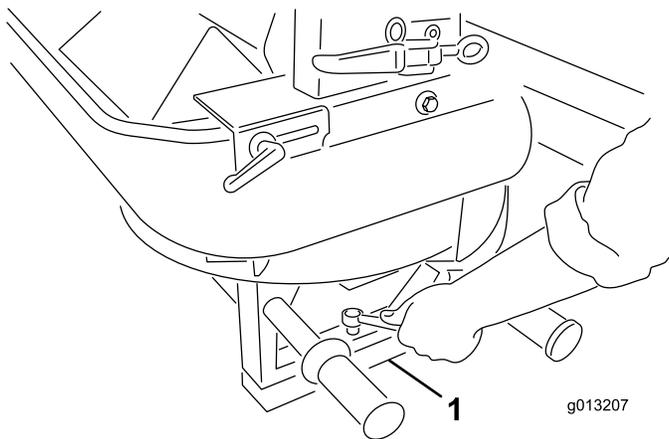

图6
5. 取下双甩盘腿上的 4 个螺丝。在伙伴的帮助下、提起双甩盘、并取下包装钉和包装泡沫（图6）。